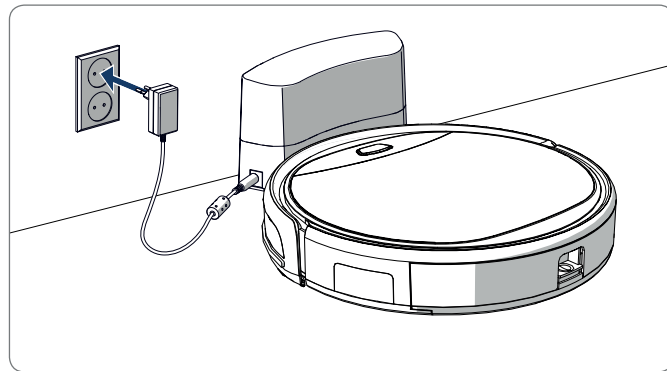

Abbildung 10 - Aufladen des Roboters mit der Ladestation
- In der Ladestation, siehe Abbildung 10. Die Stromanzeige an der Ladestation leuchtet während des Ladevorgangs auf.